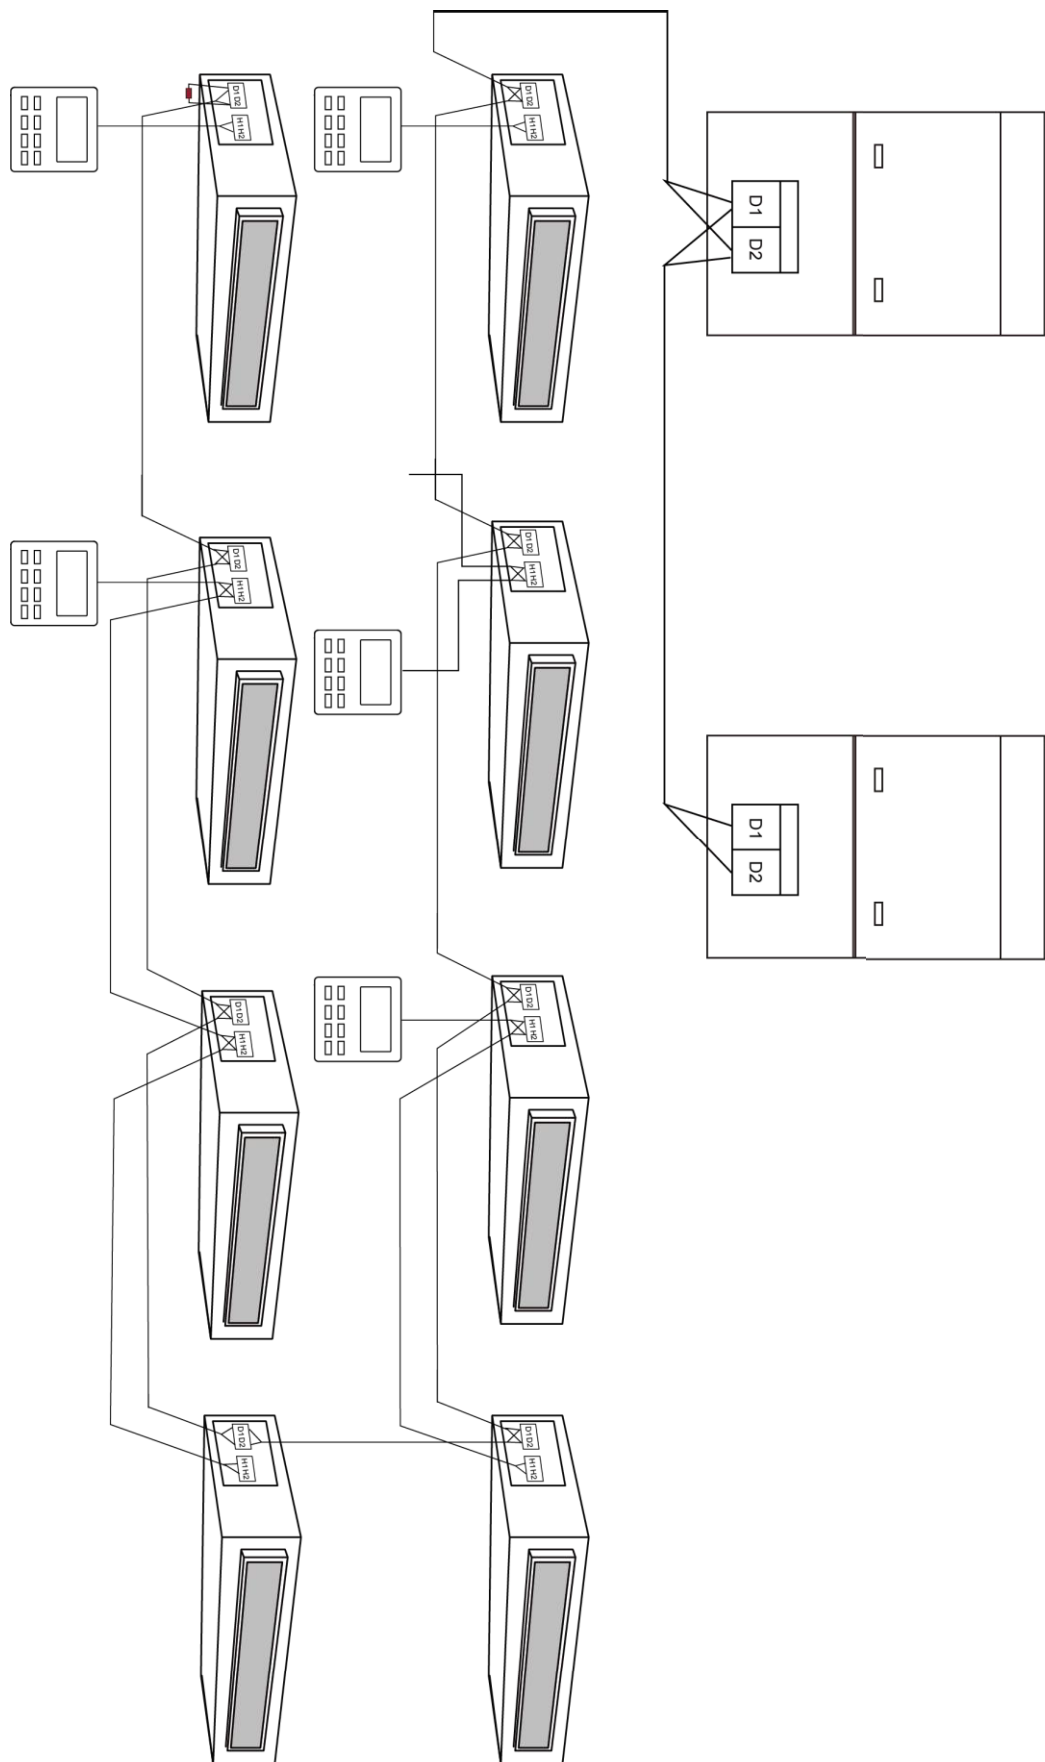

Fig.5.5
- (1) Le câble de communication de l'unité intérieure et de l'unité extérieure (ou unité intérieure) est connecté à D1, D2.
- (2) La commande filaire est connectée à H1, H2.
- (3) Une unité intérieure peut être connectée à deux commandes filaires qui doivent être réglées respectivement comme maître et esclave.
- (4) Une commande filaire peut contrôler jusqu'à 16 unités intérieures à la fois (comme indiqué sur la fig. 5.5).